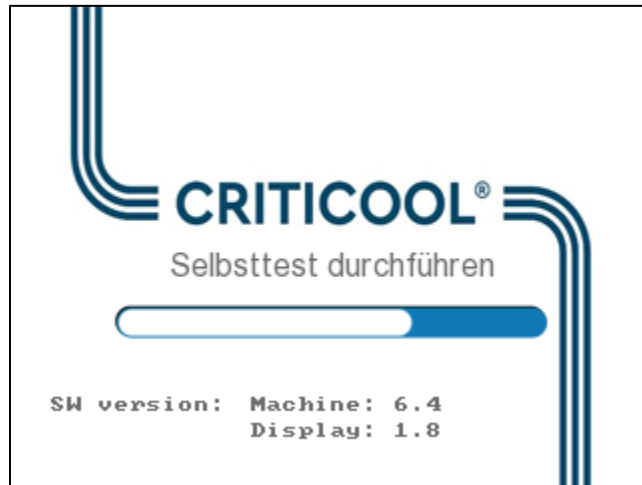

Abbildung 9: Selbsttest-Bildschirm.
1. Bringen Sie den Hauptnetzschalter nach oben in die Position „ON“ (Ein). Das Selbsttest-Bedienfeld wird angezeigt (siehe Abbildung 9). Am Ende des Selbsttests wird der Alarm automatisch aktiviert.